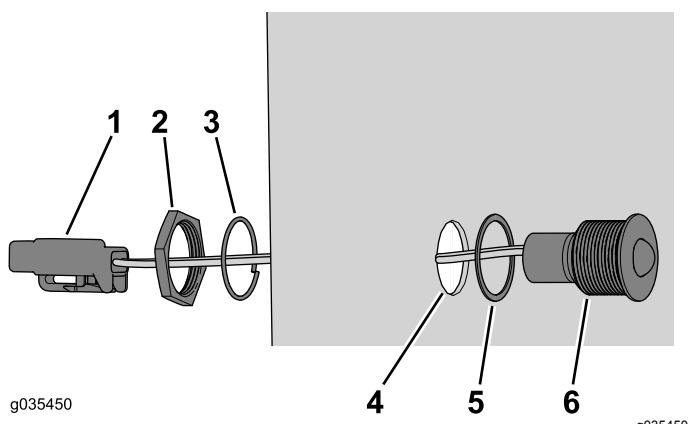

Figura 15
6. Insira o conector através do furo de montagem no painel da cobertura (Figura 15).
Nota: Certifique-se de que a junta está instalada entre a cobertura e a luz indicadora (Figura 15).
7. Utilize a porca de retenção e anilha de bloqueio para prender a luz indicadora ao furo de montagem no painel da cobertura (Figura 15).